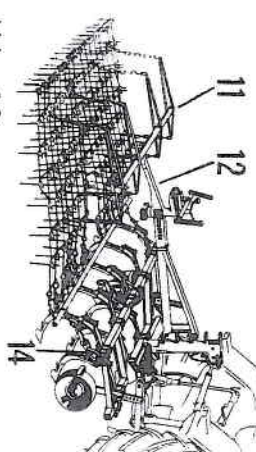
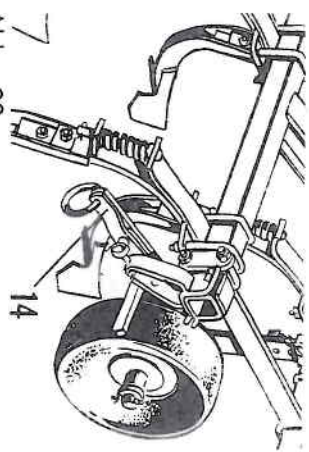

Abb. 19
Abb. 20
Grundrahmen, kleiner Ausleger und Grubber anbauen. Die Zugbügel (14), die für Kombinationen mit dem Grubber geliefert werden, am Grubber anschrauben, wie auf Abb. 20 sichtbar. Netzregen-Tragrahmen (11) mit den langen Armen nach hinten auf den kleinen Ausleger (12) stecken. Die Netzegge ausbreiten und, wie auf Abb. 19, ein- und anhängen.